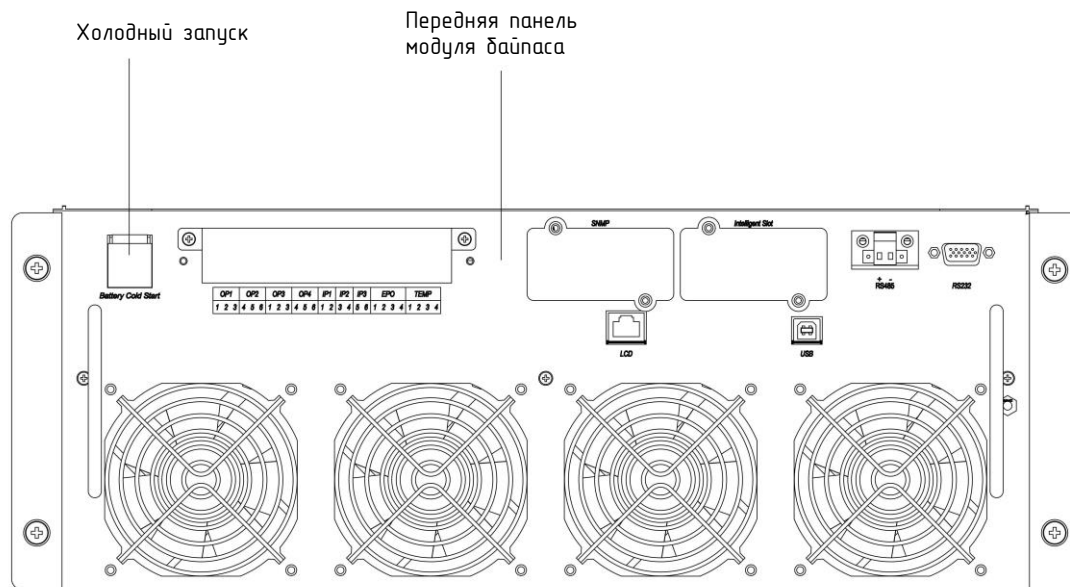

Рисунок 5-1. Расположение кнопки холодного запуска от аккумулятора на модуле мониторинга
- 2) Нажать красную кнопку включения аккумуляторов и удерживать ее нажатой в течение трех секунд, как показано на рис. 5-1, пока не заработает модуль